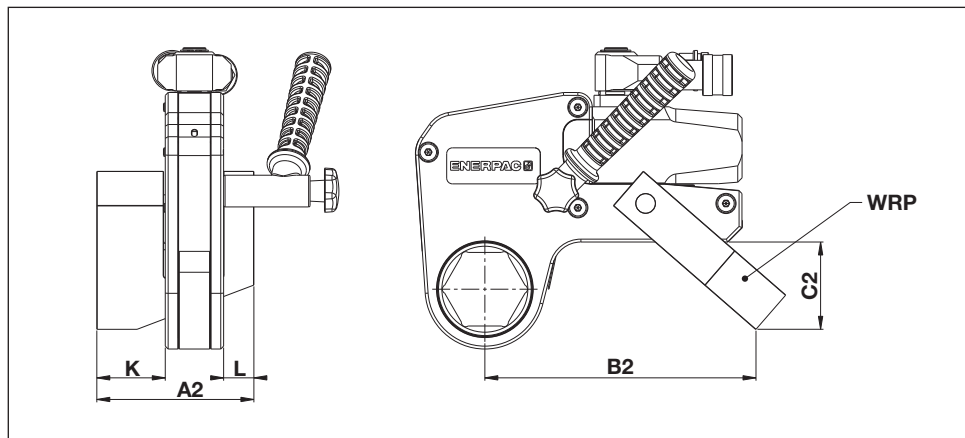

Fig. 24
6.1.2 Mått, WRP-serien mothållsarmpaddel (Fig. 24)